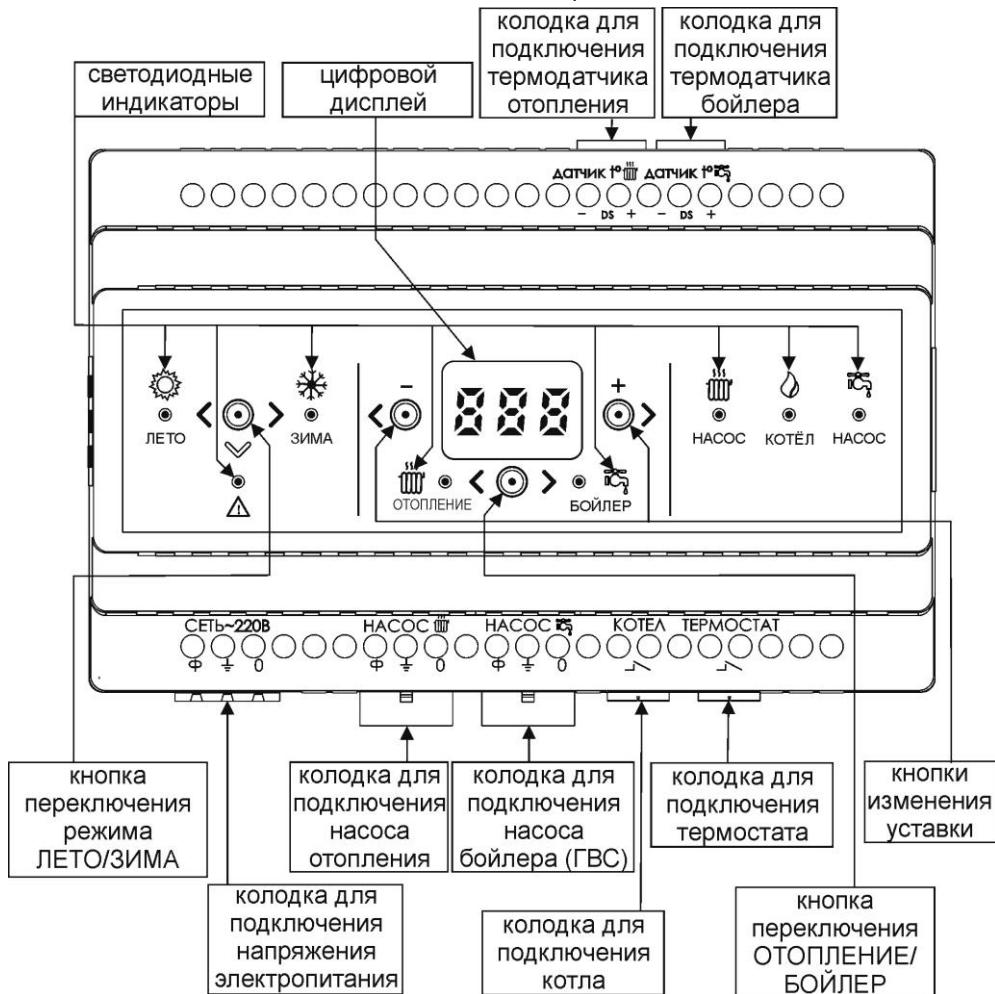
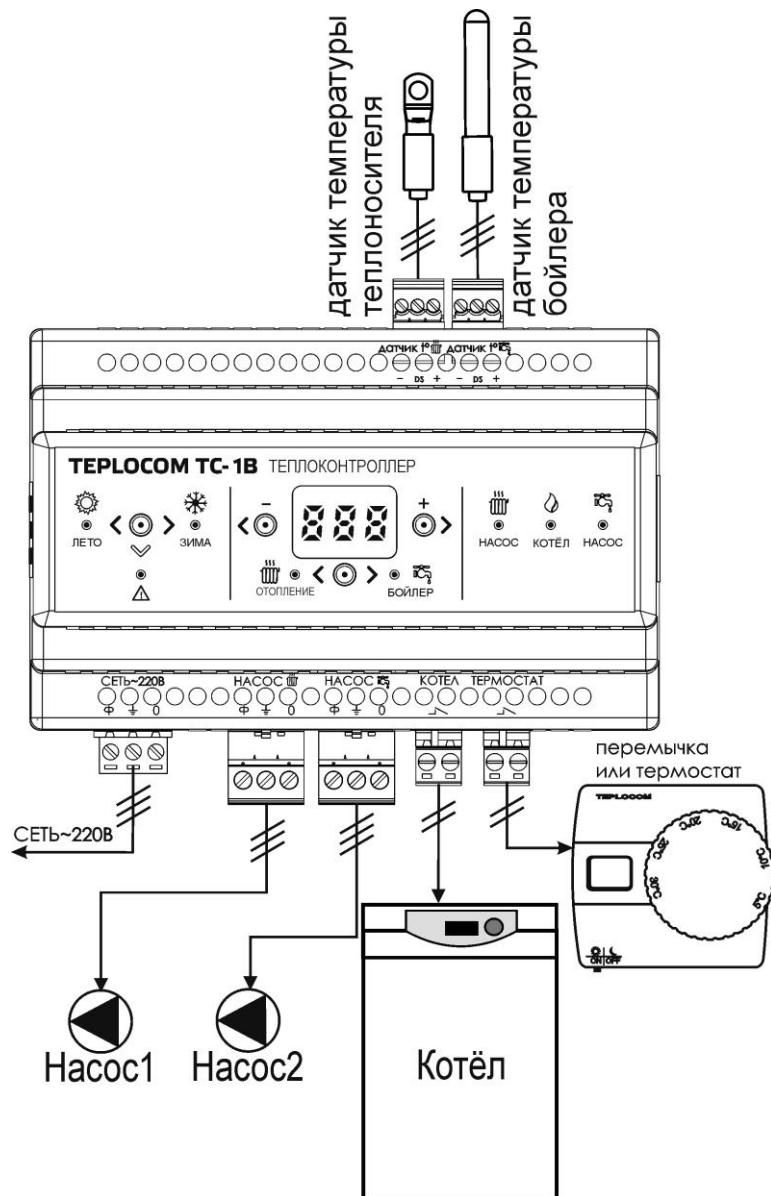

Рисунок 1 — Общий вид передней панели изделия
Рисунок 4 - Схема подключения
Общий вид изделия, расположение светодиодных индикаторов, кнопок и разъемных клеммных колодок для подключения показаны на рис. 1.
Подключение контроллера следует выполнять в следующей последовательности (см. рис. 4):
- подсоедините к кабельным частям разъемных клеммных колодок провода для подключения котла, насосов, терmostата в соответствии с указанной на корпусе изделия маркировкой (см. рис. 1 и рис.4);
- установите режим работы контроллера ЛЕТО/ЗИМА (см. рис. 1);